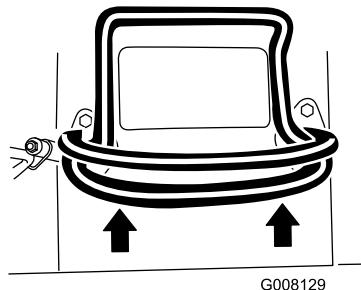

Bild 9
- Bewegen Sie den Fahrantreibshebel nach vorne, um vorwärts zu fahren (Bild 9).